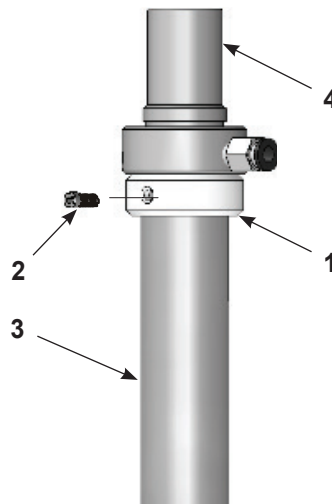

Abbildung 3-6 Installation der Manschette am Entnahmerohr
3. Siehe Abbildung 3-6. Die Manschette (1) auf dem Entnahmerohr (2) wie abgebildet installieren. Die Innensechskantschraube festziehen, um die Manschette zu befestigen.